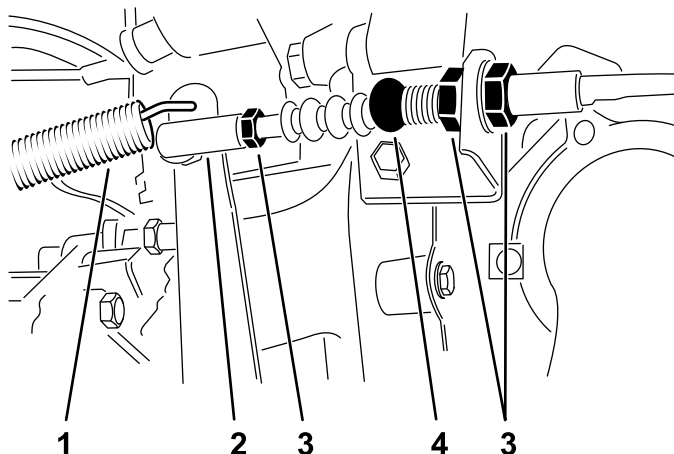

Figura 61
1. Afloje las contratueras que fijan el cable del embrague al soporte de la carcasa (Figura 61).